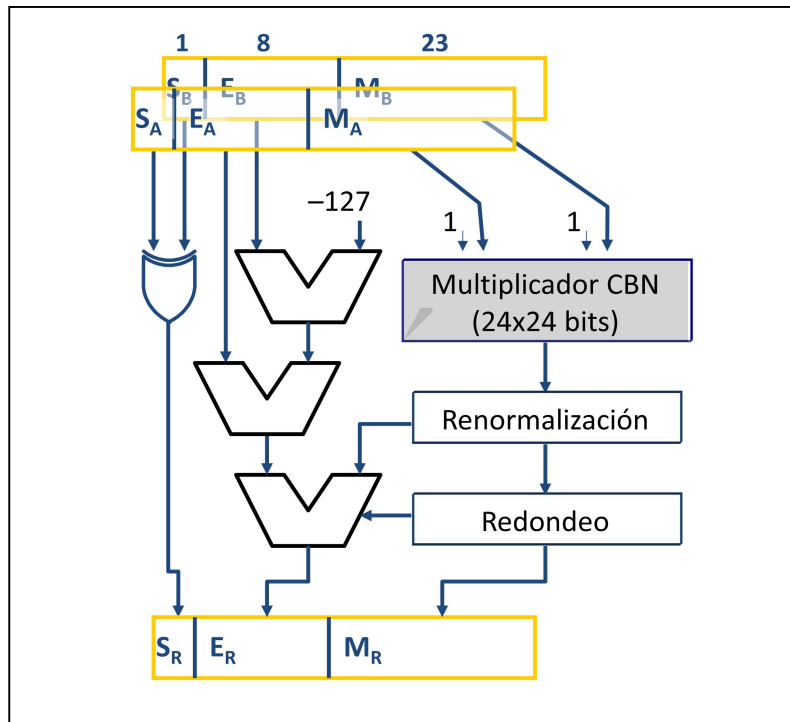

Figura 5. Operador aritmético para números en coma flotante
- 6 (1 puntos)** Conteste las siguientes preguntas sobre el operador hardware para números en coma flotante de la Figura 5: